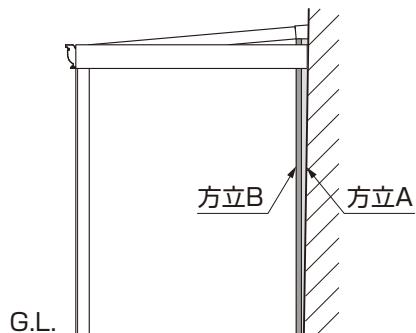

図1-6
- ①躯体の状態によって方立A・Bを調整して位置出しを行なってください。(図1-6参照)